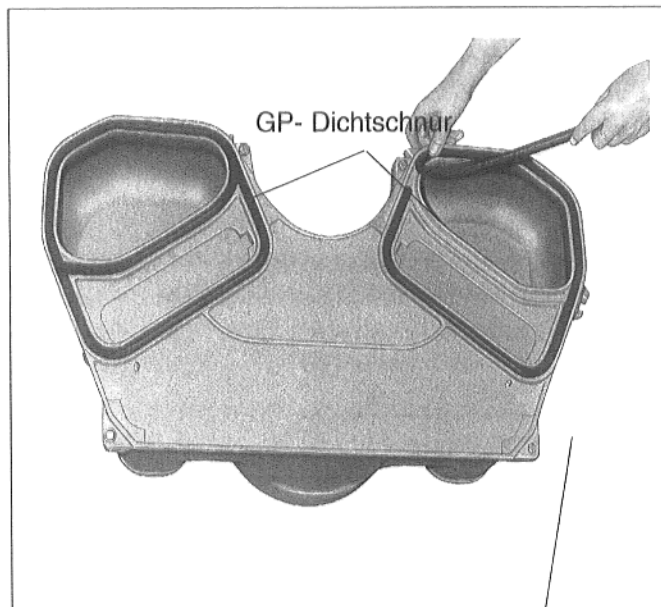
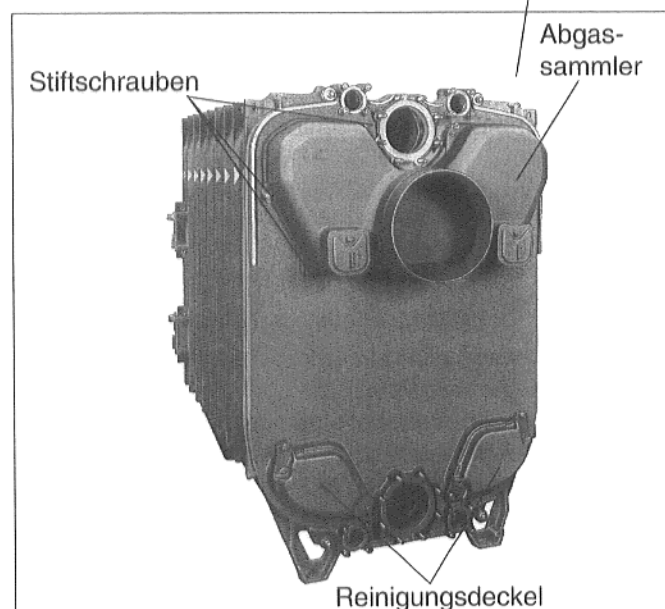

Abb. 25
Abb. 26
- GP-Dichtung wie in Abb. 25 gezeigt in die Dichtnuten im Abgassammler einlegen. Abgassammler auf die in Abb. 26 zu sehenden Stiftschrauben im Hinterglied aufsetzen. Unterlegscheiben auf die Stiftschrauben aufschieben und Abgassammler mit Muttern anschrauben.
- GP-Dichtschnur in die Dichtnut um die Reinigungsöffnung im Hinterglied einlegen. Reinigungsdeckel auf die in Abb. 26 zu sehenden Stiftschrauben aufsetzen, Unterlegscheiben auf die Stiftschrauben aufschieben und Reinigungsdeckel mit Muttern anschrauben.